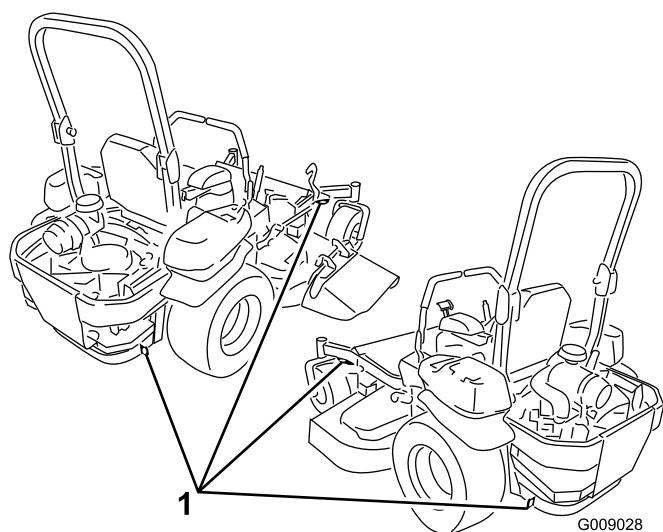

Figure 32
5. Servez-vous des points d'attache en métal de la machine pour arrimer solidement la machine sur la remorque ou le véhicule utilitaire avec des sangles, des chaînes, des câbles ou des cordes (Figure 32).